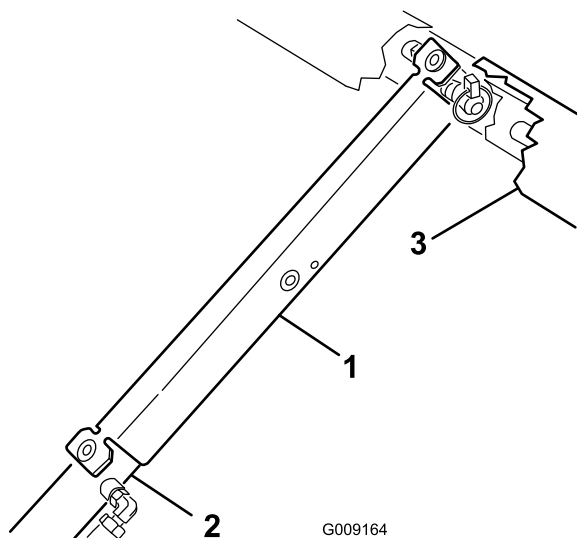

Рисунок 12
9. Поместите опору кузова на шток гидроцилиндра, проследив за тем, чтобы концевые лепестки опоры опирались на торец корпуса гидроцилиндра и на торец штока гидроцилиндра (Рисунок 12).